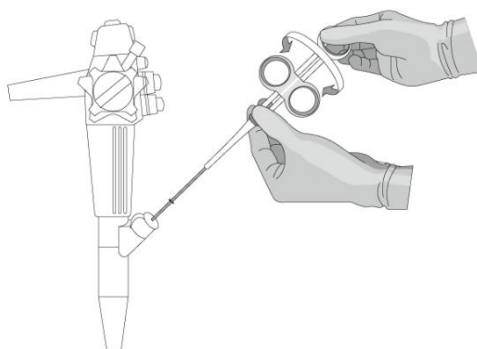

Figura 2
6. Rode o manípulo para orientar as mandíbulas na direção ideal (ver Figura 2).